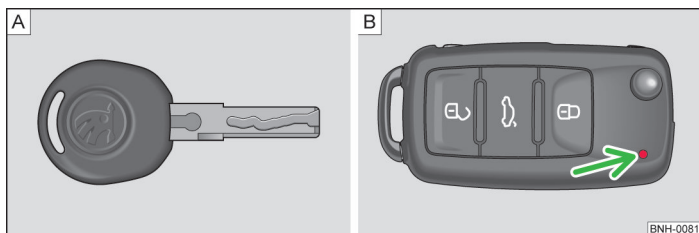
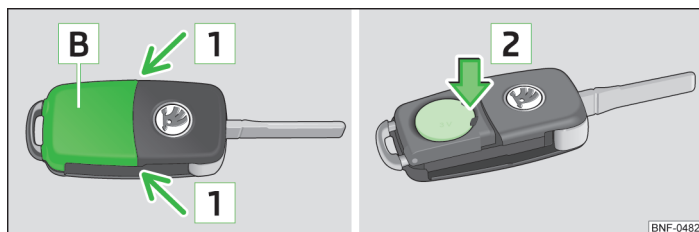

Fig. 8 Nøgle uden fjernbetjening / Nøgle med fjernbetjening
Fig. 9 Nøgle med fjernbetjening: Afmontering af afdækning / Udtagning af batteri
Der udleveres to nøgler sammen med bilen. Afhængigt af udstyret kan din bil være udstyret med nøgle uden fjernbetjening » Fig. 8 - A eller med fjernbetjening » Fig. 8 - B.
Hver nøgle med fjernbetjening har et batteri, som er placeret under afdækningen **B** » Fig. 9. Hvis batteriet er afladet, blinker den røde kontrollampe » Fig. 8 på side 20 - **B** ikke, når du trykker på en knap på fjernbetjeningen. Vi anbefaler, at du får et værksted til at udskifte batteriet i nøglen. Hvis du alligevel ønsker at udskifte det afladete batteri selv, skal du gøre det på følgende måde:
- Tryk batteriafdækningen af med tommelfingeren eller med en flad skruetrækker i området ved pilene **1** » Fig. 9.